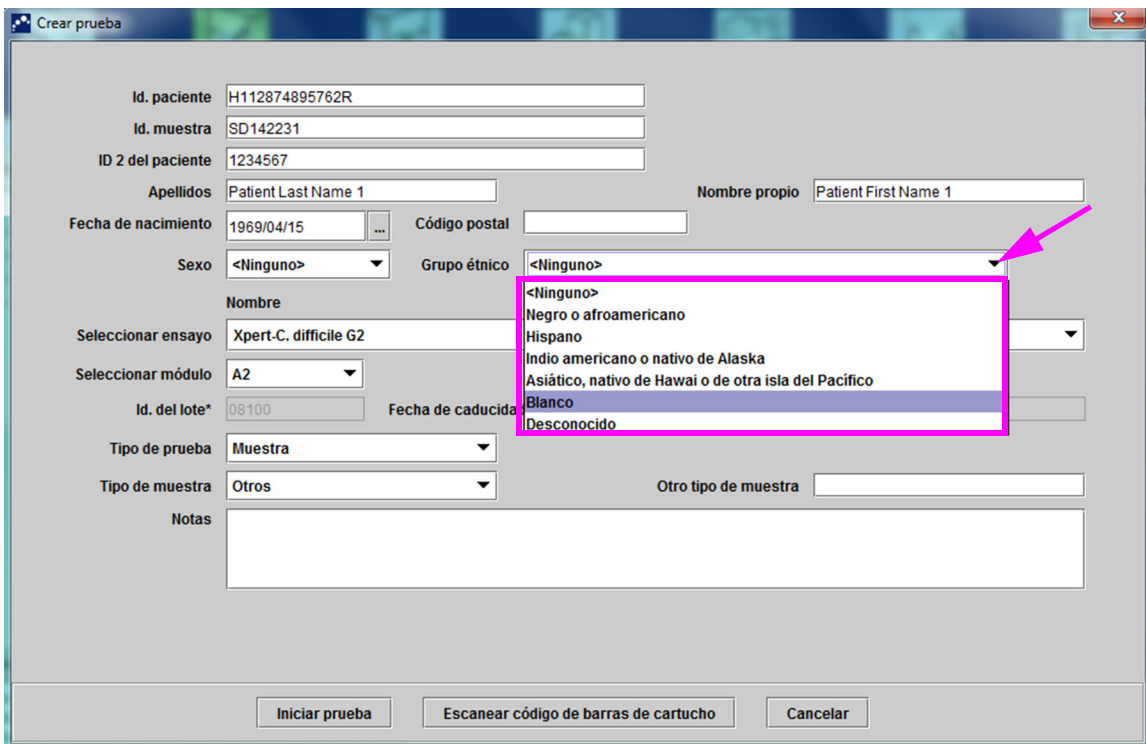

Figura 5-25. Cuadro de diálogo Crear prueba mostrando el campo Raza
- B. Raza - Haga clic en la flecha del menú desplegable de la casilla Raza y seleccione la raza adecuada en el menú (consulte la figura 5-25).